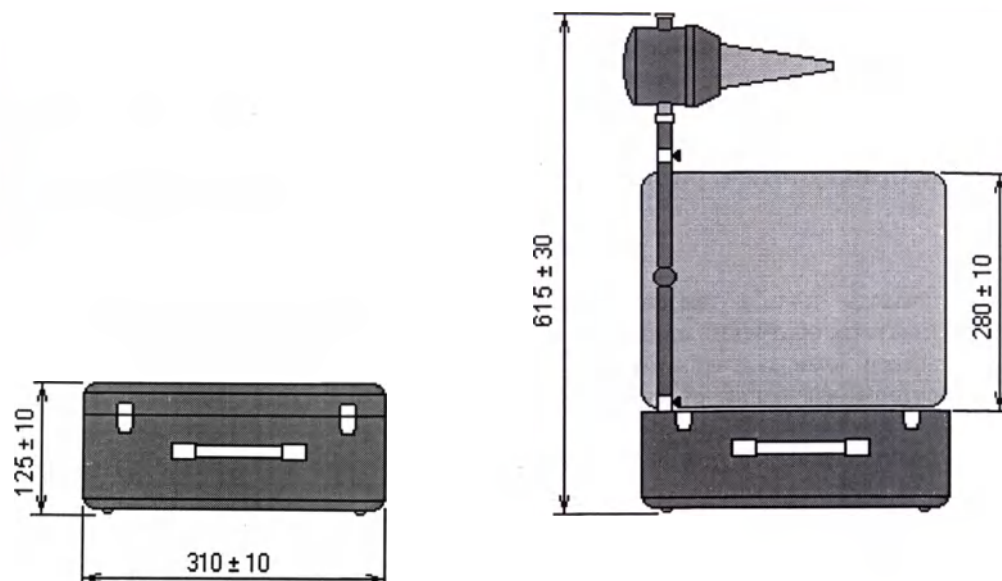

Рисунок 1. Облучатель УФ-коротковолновый для одиночных локализованных облучений переносный БОП-01/27-Н_{АН}ЭМА. Габаритные размеры.
- 1.1 Облучатель (рис.1) предназначен для проведения местных, полостных и контактных облучений слизистых оболочек носоглотки, миндалин и небольших участков кожи с лечебными и профилактическими целями ультрафиолетовым спектром излучения с длиной волны 230-290 Нм в физиотерапевтических кабинетах.